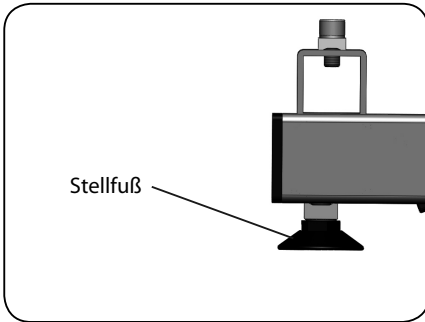

Abb. 6.8.03 - aks-B4c Standard
5. Drehen Sie die vier Stellfüße aus dem Unterrahmen (Abbildung 6.8.03).